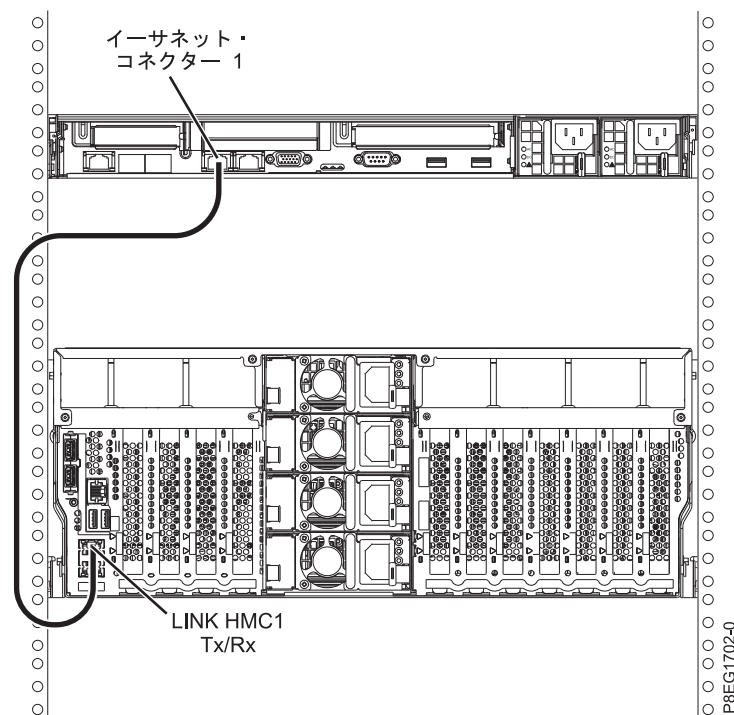

図 17. 管理対象システムへの HMC の取り付け
1. HMC を管理対象システムに直接接続する場合は、HMC の イーサネット・コネクタ 1 を管理対象システムの **HMC1** ポートに接続します。図 17 を参照してください。